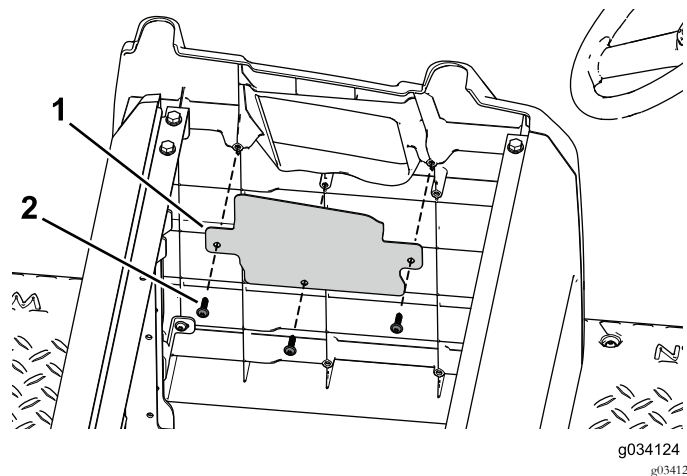

Figura 44
- Utilice los 3 tornillos autorroscantes para sujetar la tapa de la abertura de la placa lateral (Figura 44).